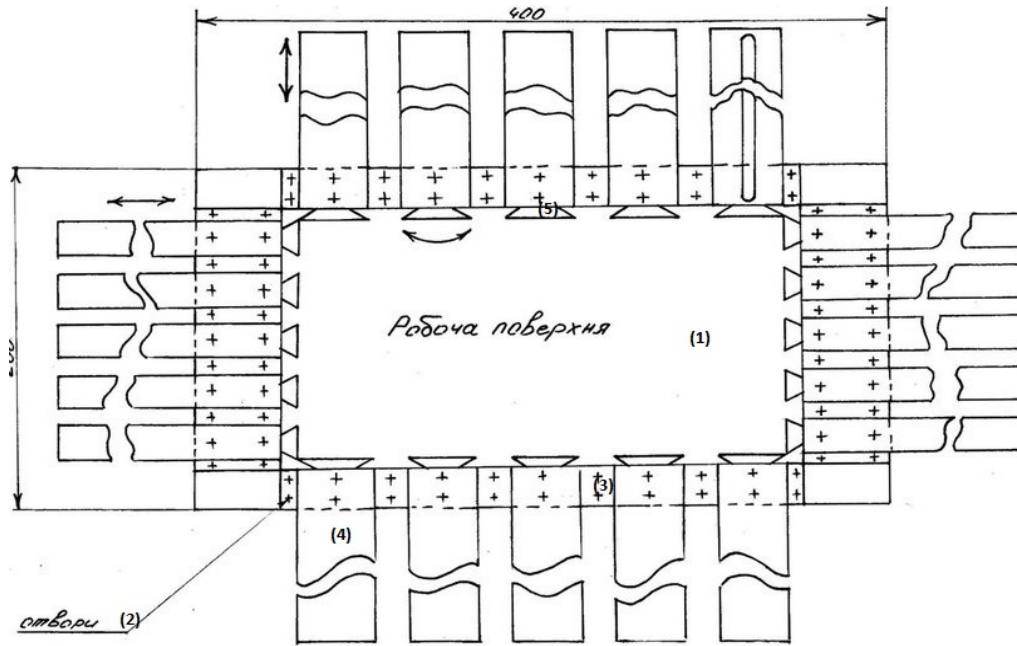

Рис.1 Схема конструкції
Конструкція спеціального пристосування (рис.1) для шліфувки немагнітних або слабо-магнітних деталей проста і не затратна у виробництві. Пристосування складається з основної частини (корпус – пластина) (1), на якій виконані різьбові отвори (2). За допомогою цих отворів закріплюють направляючі (3), а в самих направляючих присутні пластинки (Рис.1, Рис3; 4) з рухливими кулачками (5) на кінцях. Ці рухливі кулачки можуть фіксуватись під різним кутом (теоретично визначили, що кожний кулачок зможе повертатися приблизно на 90 градусів в кожному зі сторін). Таким чином, в спеціальне пристосування для шліфувки немагнітних або слабо-магнітних деталей можна встановити деталі різної геометричної форми та розмірів.